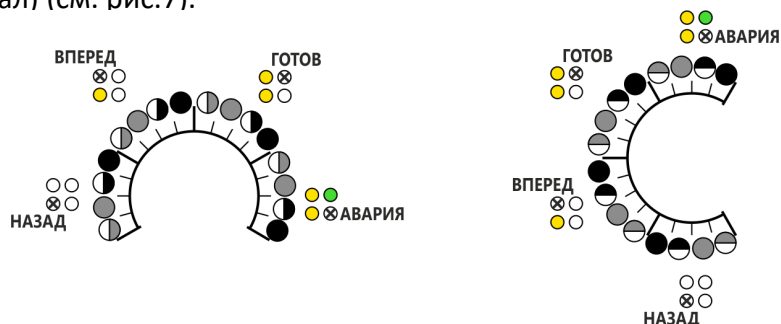

Рисунок 7 Индикация положения потенциометра
1.7.7 Для более точной настройки потенциометров предусмотрен режим индикации положения, который активируется при повороте требуемого потенциометра. 4 больших сектора шкалы отображают 4 светодиода (**РАБОТА**, **ПУСК**, **ГОТОВ**, **АВАРИЯ**). А 4 зоны внутри каждого сектора разделяются способом индикации светодиода (мерцает вполнакала, горит вполнакала, мерцает в полный накал, горит в полный накал) (см. рис.7).